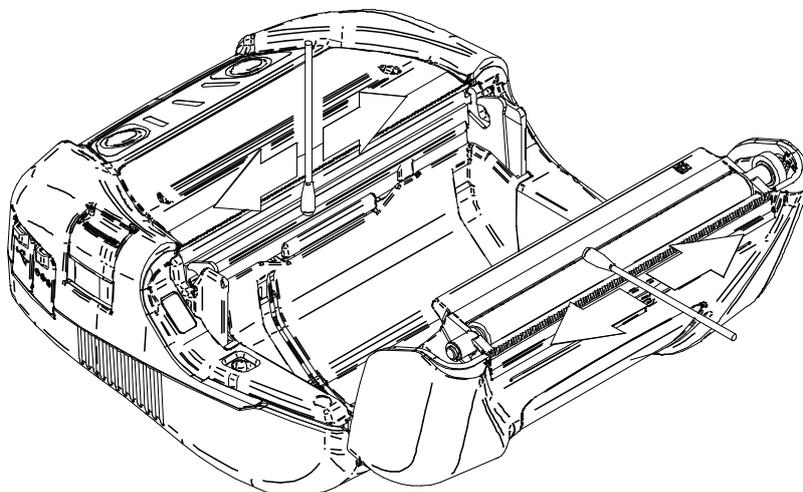

Figura 18-1 Pulizia di testina termica/ruolo di trascinamento
- (3) Aprire il coperchio della carta.
- (4) Pulire la testina termica, il rullo di trascinamento o i piedini in gomma con un batuffolo di cotone inumidito con una piccola quantità di alcool etilico. (Vedere la Figura 18-1.)